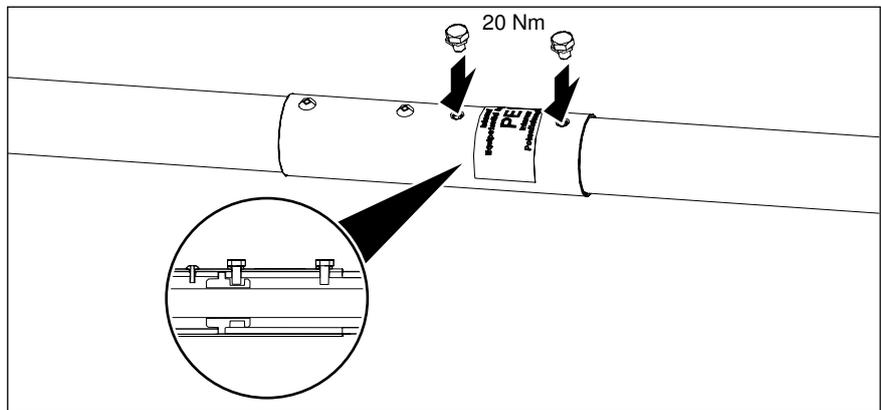

Abb. 38: Isolierten mittleren Mast und Haltemast verbinden
Das innen liegende Potentialanschlusselement besteht aus zwei Halbschalen. Diese müssen so platziert werden, dass sie die isCon®-Ableitung umschließen und eine der Halbschalen mittig unter den Schraubenlöchern liegt, so dass sie durch die seitliche Schraube angepresst werden kann (siehe Abb. 38).
- Haltemast bis zum Anschlag in den mittleren Mast schieben. Dabei darf die Öffnung für die linke Kupferschraube (siehe Abb. 38) nicht auf den Spalt zwischen den Halbschalen des Potentialanschlusses zeigen, sondern mittig auf eine der Halbschalen. Drehen Sie ggf. die Halbschalen entsprechend.